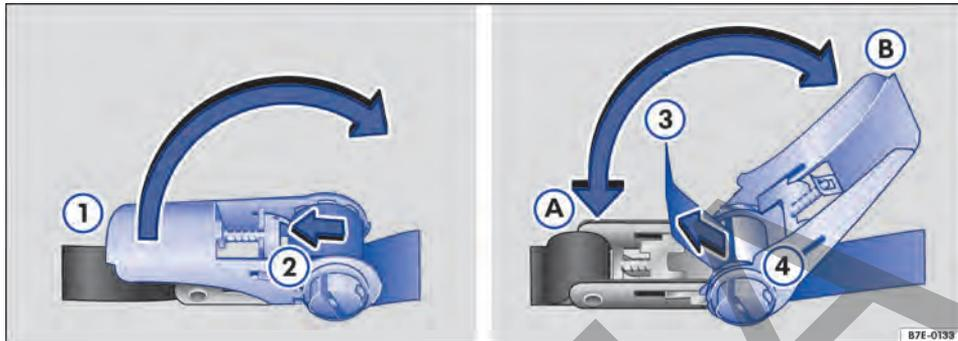

Fig. 127 Aflojar y apretar la palanca de la cinta con carraca.
- Presione el seguro → Fig. 127 ② hacia fuera en el sentido de la flecha.